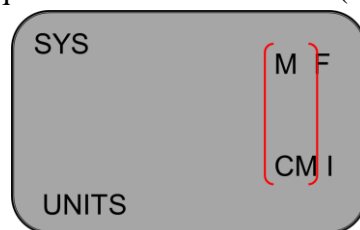

Figura 6. Imagem da tela.
b. Pressione o botão FWD até que na tela mostre UNITS (Figura 6):